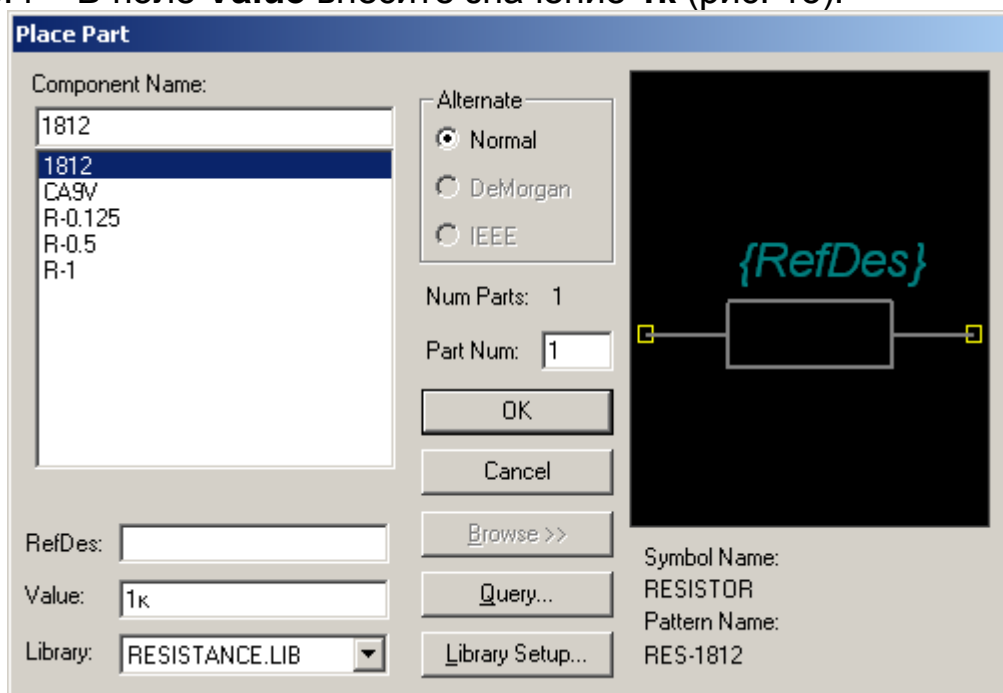

Рис. 15 Выбор из библиотеки чип-резистора
- 8.4 В поле **Value** внесите значение **1к** (рис. 15).